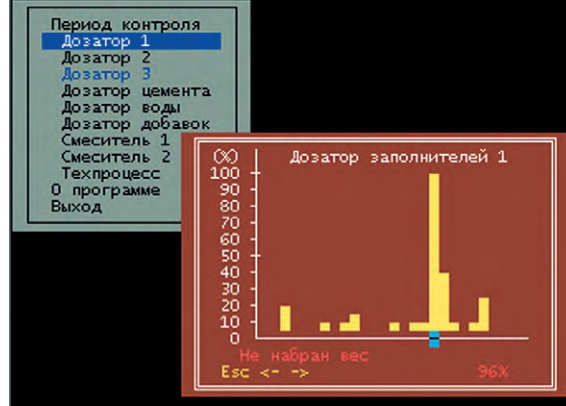

Рис. 2. Гистограмма ошибок в работе оборудования за определённый период (высота столбца соответствует частоте ошибки)
- диагностику состояния оборудования, для чего из базы данных выбираются все ошибки, возникшие в работе оборудования за указанный период, строится гистограмма ошибок (рис. 2), и на основе этих данных обслуживающий персонал имеет возможность произвести профилактический ремонт механизма, не дожидаясь его полного отказа;